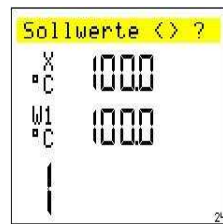

Bild 3-25
- Bei einer großen Sollwert-Differenz erfolgt vor der eigentlichen Umschaltung die Meldung Bild 3-25. Ein Sollwertsprung kann vermieden werden durch